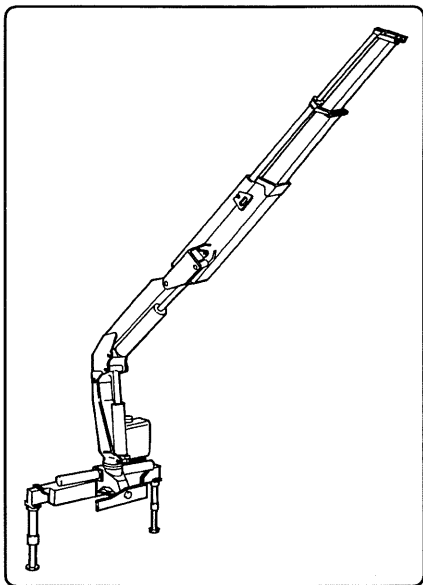

fig. 8.21.1
- a) aprire completamente tutti i martinetti della gru (fig. 8.21.1), compresi gli stabilizzatori, azionando anche la a rotazione a finecorsa (del lato opposto a quello di chiusura della gru).
- a) *fully open all the crane cylinders (fig. 8.21.1), including the outriggers, and slewing system rotating the crane at the stroke end opposit to the crane boom folding position.*